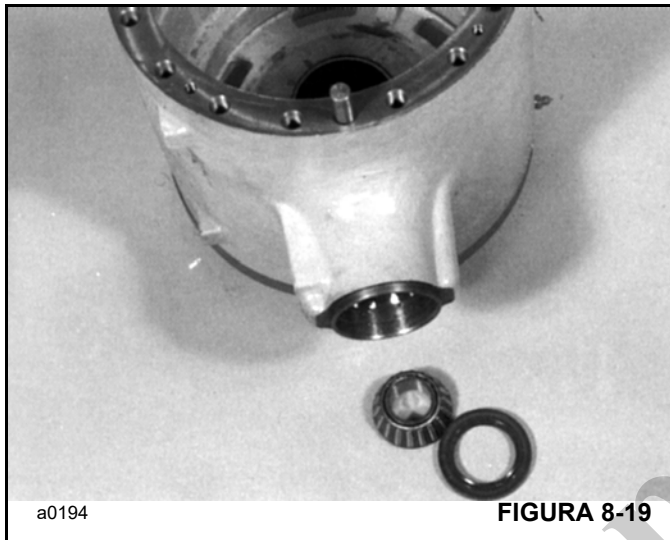

FIGURA 8-19
10. Retire el sello del piñón y el cono de cojinete exterior (Figura 8-19).